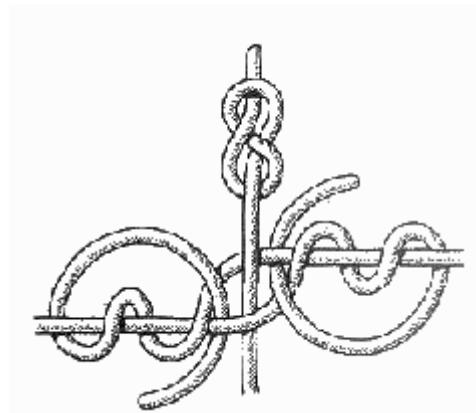

Рис. 132. Поводковый на основе змеиного узла
**Поводковый на основе змеиного узла** (рис. 132). Это более сложный, но зато и более надежный способ привязывания поперечного поводка к леске. Прежде чем затянуть сделанный на леске змейный узел, введите в его середину конец поводка с завязанной восьмеркой. При затягивании змейного узла обе его части сойдутся и надежно зажмут поводок перед восьмеркой.